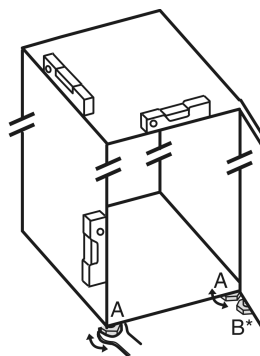

Fig. 5
- ▶ Odvrnite podesive nožice Fig. 5 (A) priloženim viličastim ključem i libelom prema van dok uređaj ne stoji čvrsto i ravno.
- ▶ Odvijte podesivu nožicu Fig. 5 (B) na podlošku ležaja priloženim viličastim ključem dok se ne podupre o pod.
- ▶ Nastavite okretati podesivu nožicu Fig. 5 (B) za 90°.